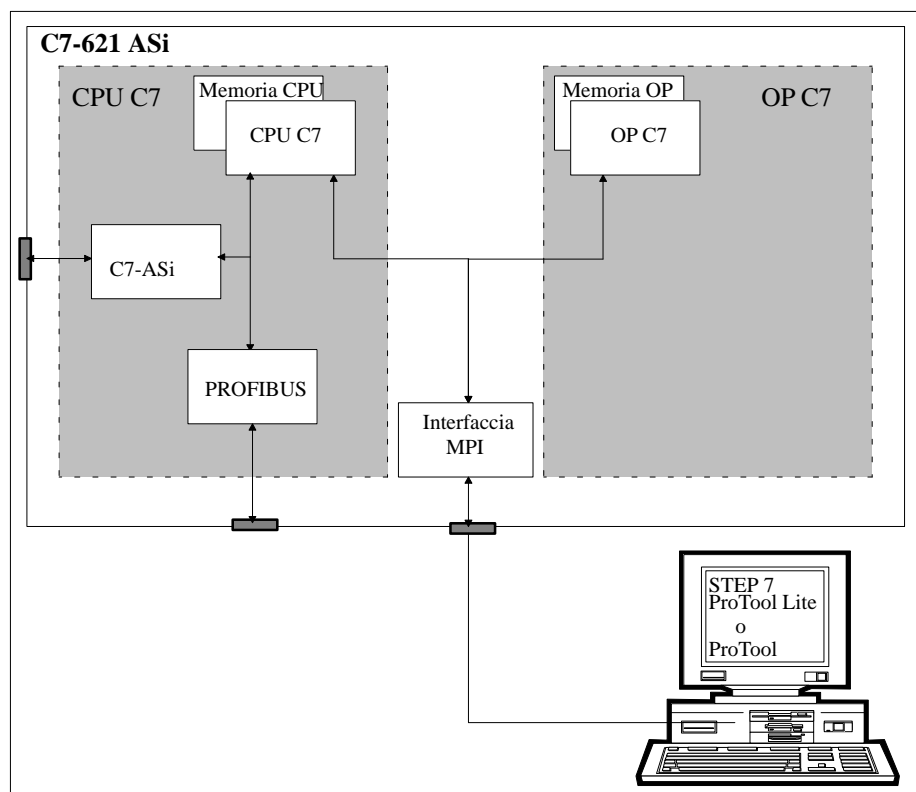

Figura 1-2 Componenti del C7-621 ASi
- un'interfaccia ASi (ASi) per il collegamento di sensori e attuatori (per la variante C7-621 ASi, vedere figura 1-2).
I singoli componenti integrati in un SIMATIC C7 corrispondono ai componenti utilizzabili anche nella configurazione modulare costituita da CPU S7-300, OP ecc. L'ampliamento della periferia tramite interfaccia PROFIBUS (IM 621) permette di allacciare al massimo 4 unità SIMATIC S7-300. L'interfaccia ASi permette di collegare al C7-621 ASi sensori e attuatori (figura 1-2).